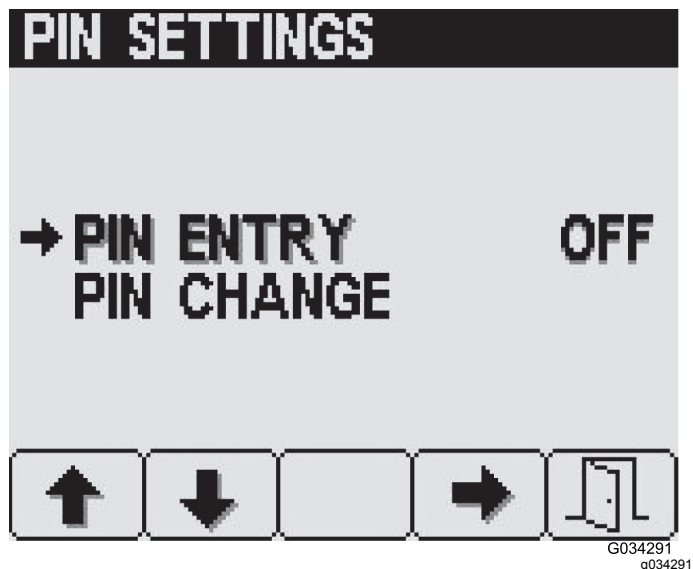

Figura 25
1. Prima os botões 1 ou 2 para seleccionar a opção INTRODUÇÃO DO PIN (Figura 25).
2. Prima o botão 4 para ATIVAR ou DESATIVAR o requisito de PIN (Figura 25).